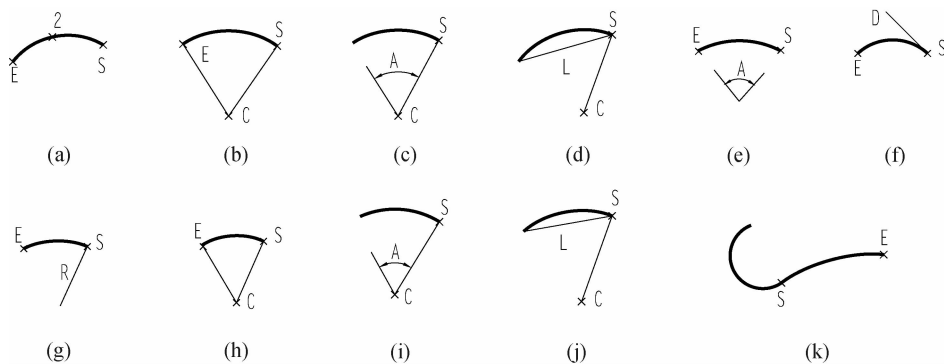

图 2-11 画圆弧的 11 种方法
(1)三点:给出起点(S)、第二点(2)、端点(E)画圆弧,如图 2-11(a)所示。
(2)起点(S)、圆心(C)、端点(E):圆弧方向按逆时针,如图 2-11(b)所示。
(3)起点(S)、圆心(C)、角度(A):圆心角(A)逆时针为正,顺时针为负,以度计量,如图 2-11(c)所示。
(4) 起点(S)、圆心(C)、长度(L): 圆弧方向按逆时针, 弦长度(L)为正画出劣弧(小于半圆), 弦长度(L)为负画出优弧(大于半圆), 如图 2-11(d)所示, 该图弦长度(L)为正。
(5) 起点(S)、端点(E)、角度(A): 圆心角(A)逆时针为正, 顺时针为负, 以度计量, 如图 2-11(e)所示。
(6) 起点(S)、端点(E)、方向(D): 方向(D)为起点处切线方向, 如图 2-11(f)所示。
(7) 起点(S)、端点(E)、半径(R): 半径(R)为正对应逆时针画圆弧, 为负对应顺时针画圆弧, 如图 2-11(g)所示, 绘图半径(R)为正。
(8) 圆心(C)、起点(S)、端点(E): 按逆时针画圆弧, 如图 2-11(h)所示。
(9) 圆心(C)、起点(S)、角度(A): 圆心角(A)逆时针为正, 顺时针为负, 以度计量, 如图 2-11(i)所示。
(10) 圆心(C)、起点(S)、长度(L): 圆弧方向按逆时针, 弦长度(L)为正画出劣弧(小于半圆), 弦长度(L)为负画出优弧(大于半圆), 如图 2-11(j)所示, 该图弦长度(L)为正。
(11) 继续: 与上一线段相切, 继续画圆弧段, 因此提供端点即可, 如图 2-11(k)所示。